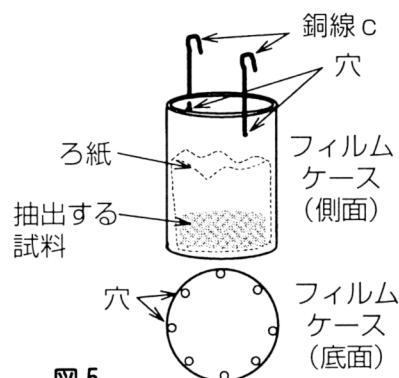

図5
B 試料挿入部 (図5)
- ① 熱したステンレス線でフィルムケースに穴をあける。
- ② **図5**のように上部にあけた穴に銅線cをフックとして取り付ける。
- ③ ろ紙の中央部にゴム栓 (No.8) をあて、ろ紙をゴム栓に巻き付けてフィルムケースに入れて皿状の形を作る。
- ④ ③のろ紙をフィルムケースの底に入れる。